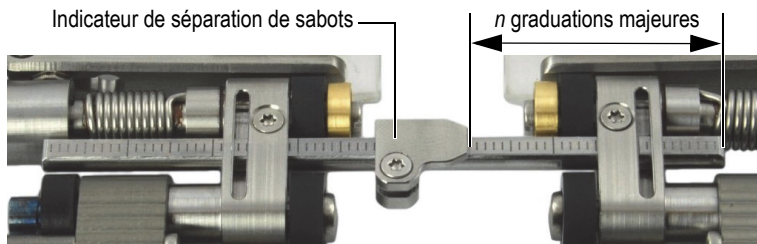

Figure 2-25 Positionnement de l'indicateur de séparation de sabots
3. Glissez l'indicateur de séparation de sabots sur les clavettes pour aligner le côté droit de l'indicateur avec la $n^{\text{ième}}$ graduation principale à partir de l'extrémité droite de la clavette [voir la Figure 2-25 à la page 54].